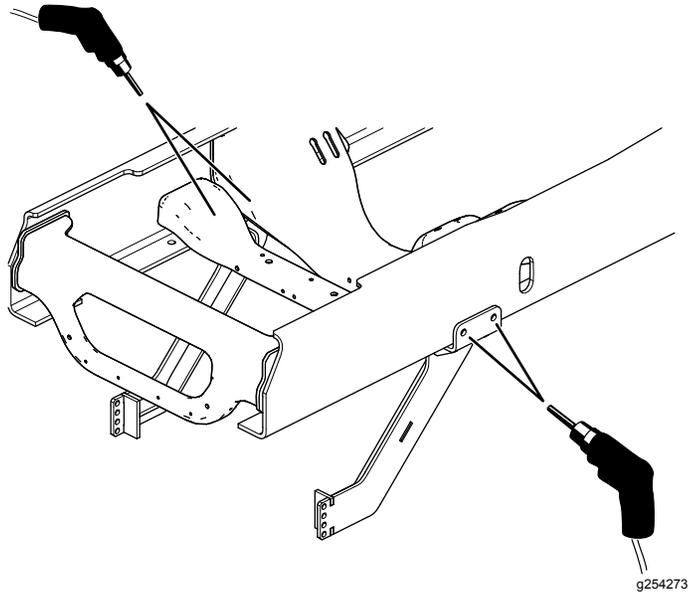

Bild 4
7. Verwenden Sie die Haltewinkel als Schablone und bohren Sie vier $\frac{11}{16}$ " große Löcher in den Fahrzeugrahmen (Bild 4).